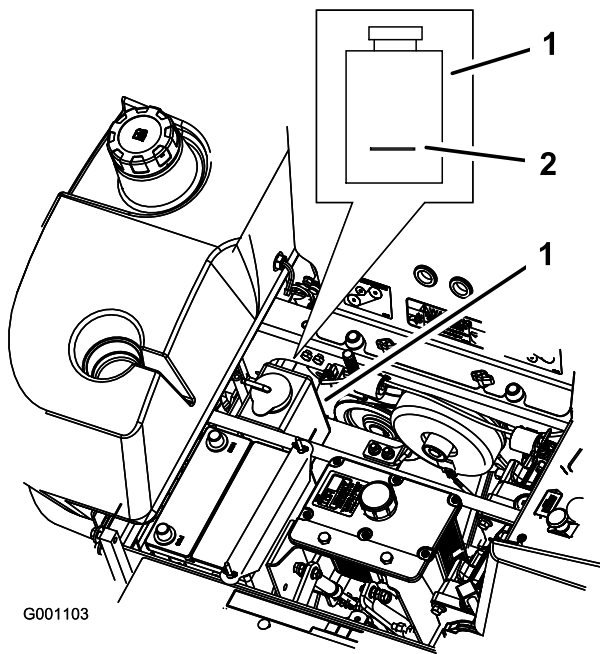

Bild 64
3. Überprüfen Sie bei abgekühltem Motor den Stand des Überlaufgefäßes. Der Flüssigkeitsstand muss mindestens das Niveau der an der Außenseite der Überlaufgefäßes angebrachten Markierung haben (Bild 64).
4. Ist der Kühlmittelstand zu niedrig, so wird ein 50/50 Gemisch aus Frostschutzmittel/Dex-Cool® und Wasser in das Überlaufgefäß gegeben (Bild 64).
5. Geben Sie das 50/50 Kühlmittelgemisch in das Überlaufgefäß bis zur am Gefäß angebrachten Markierung (Bild 64).